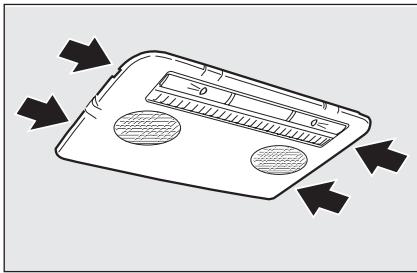

fig. 42
- quite la lámpara de techo posterior interviniendo en los puntos indicados por las flechas (véase **fig. 42**);